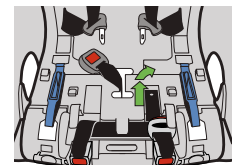
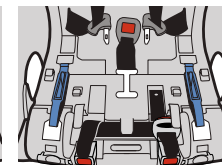

Figura 11
Figura 12
- Deslice la correa de la entrepierna hacia la otra ranura de la correa de la entrepierna, como se muestra en la **figura 11**, y asegúrese de que el botón rojo para soltar la hebilla quede viendo hacia afuera del asiento, como se muestra en la **figura 12**.